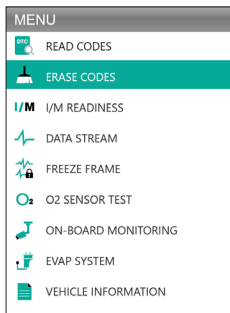

Abbildung 3.3.1
1. Wählen Sie das Symbol "Codes löschen" (siehe Abbildung 3.3.1) und drücken Sie [OK].